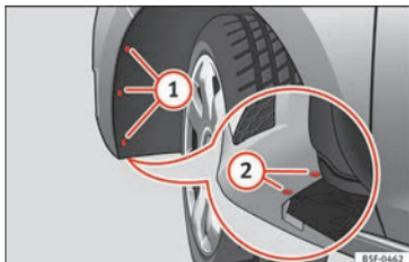

Fig. 214 Faro fendinebbia: accesso al connettore e al portalampade.
- Servirsi di un cacciavite per rimuovere le 3 viti **1** » » » **fig. 214** situate all'interno del passaruota e le 2 viti inferiori **2** » » » **fig. 214** dei paraurti.